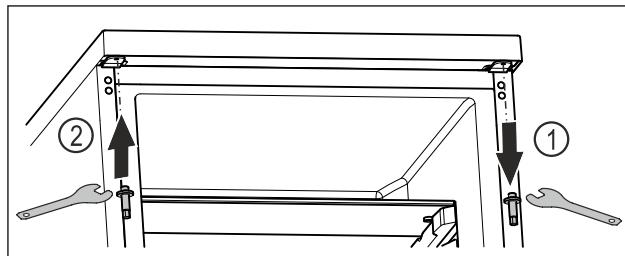

Fig. 22
- S ključem z zunanjim šestkotnikom odvijte zgornji sornik. Fig. 22 (1)
- S ključem z zunanjim šestkotnikom trdno privijte sornik na nasprotni strani. Fig. 22 (2)